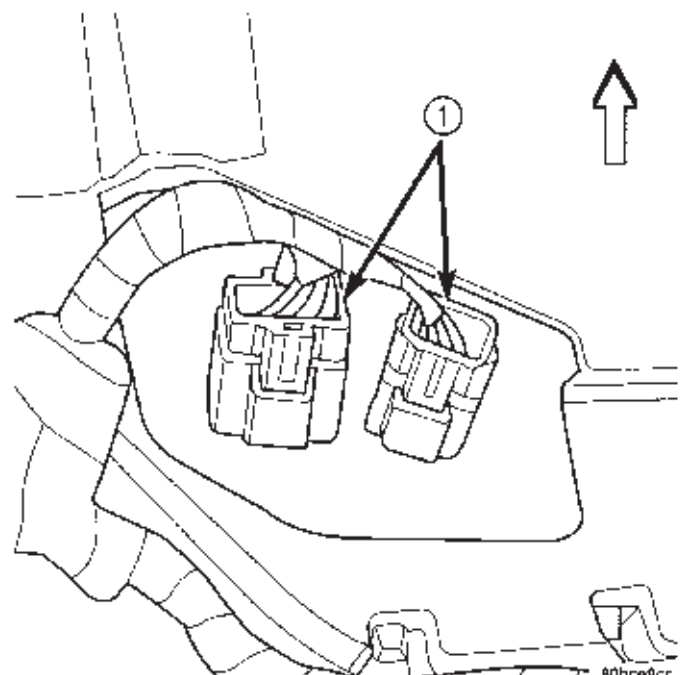

Fig. 11 Conectores del arnés del tablero de instrumentos al HVAC
- (18) Desconecte los dos conectores del arnés al HVAC a la derecha hacia tablero de instrumentos Fig. . 11.